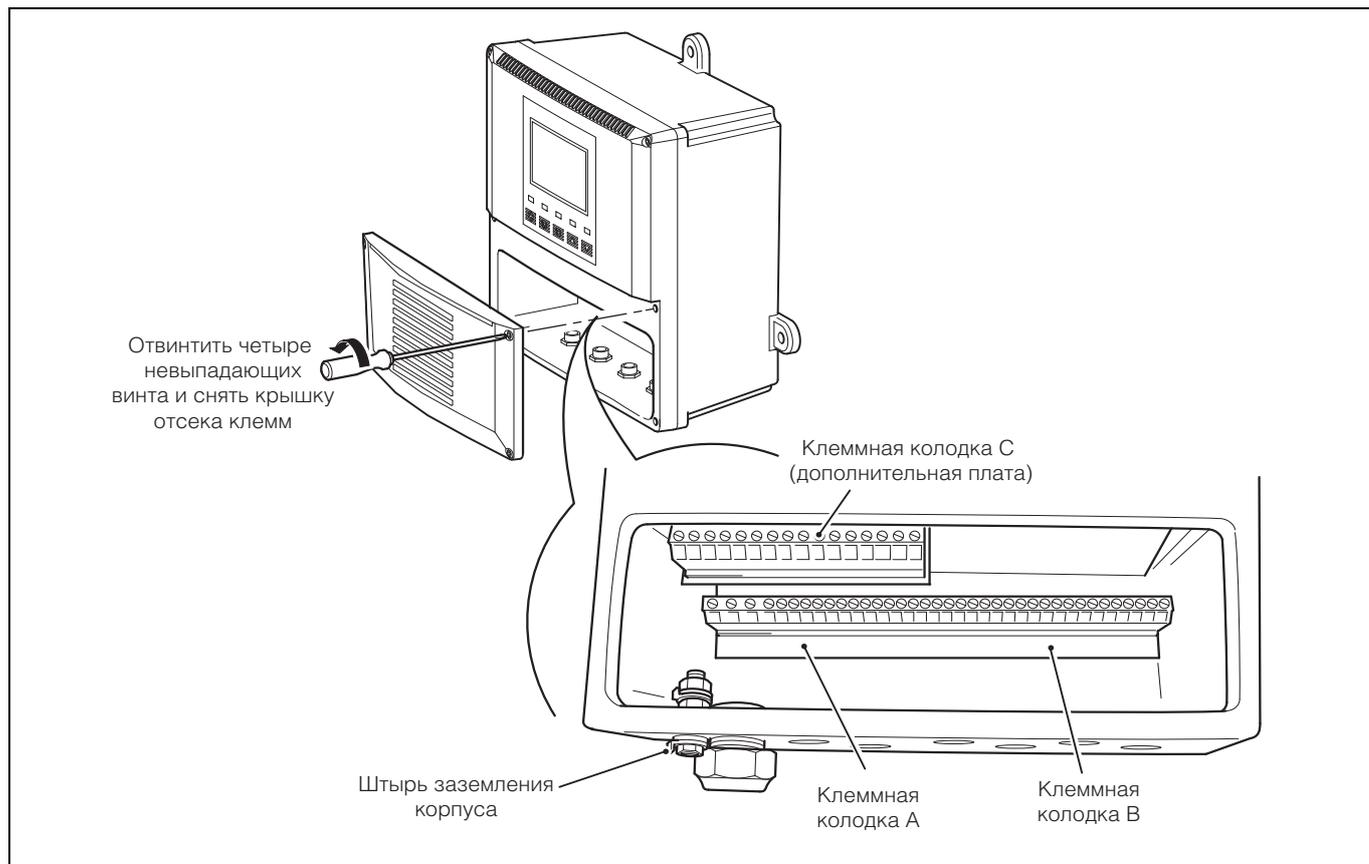
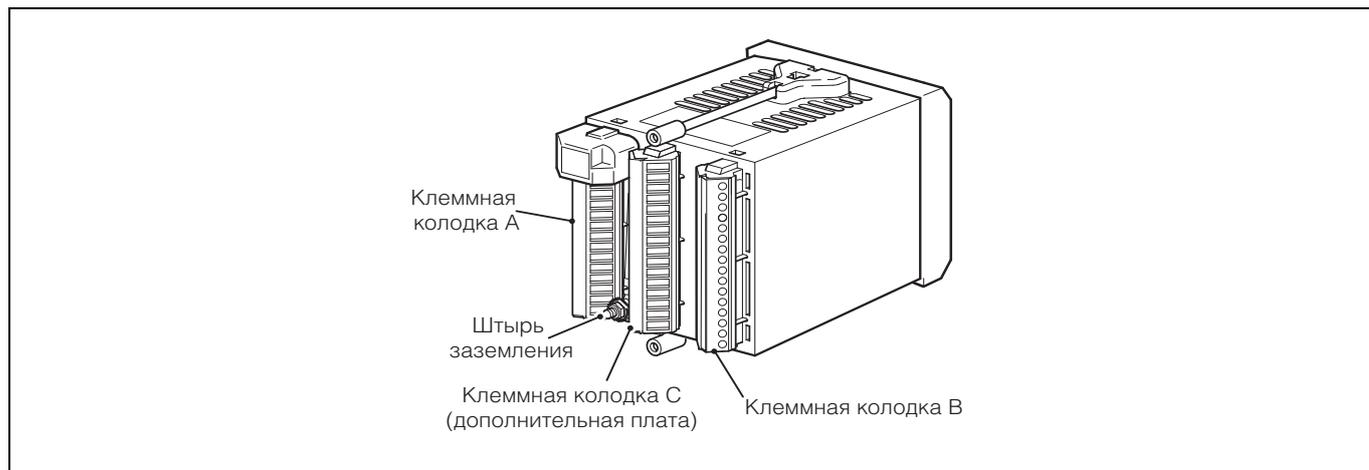

Рис. 6.8 Доступ к зажимам, анализатор настенного/трубного монтажа
Рис. 6.10 Доступ к зажимам, анализатор панельного монтажа
- Заземление источника питания **должно** быть подключено к штырю заземления на корпусе анализатора – см. Рис. 6.8 (анализаторы настенного/трубного монтажа) или Рис. 6.10 (анализаторы панельного монтажа).
- На корпусе анализатора имеется штырь заземления, предназначенный для присоединения к шине заземления – см. Рис. 6.8 (анализаторы настенного/трубного монтажа) или Рис. 6.10 (анализаторы панельного монтажа).
### 6.4.1 Доступ к зажимам – Рис. 6.8
- При подключении неметаллических кондуктометрических ячеек или металлических кондуктометрических ячеек, которые изолированы от земли, например, установлены в пластиковой трубе, необходимо соединить контакт В14 (и контакт В6 анализатора с двумя входами) со штырем заземления корпуса анализатора – см. Рис. 6.8.
### 6.5.1 Доступ к зажимам – Рис. 6.10
- При подключении неметаллических кондуктометрических ячеек или металлических кондуктометрических ячеек, которые изолированы от земли, например, установлены в пластиковой трубе, необходимо соединить контакт V14 (и контакт V6 анализатора с двумя входами) со штырем заземления корпуса анализатора – см. Рис. 6.10.